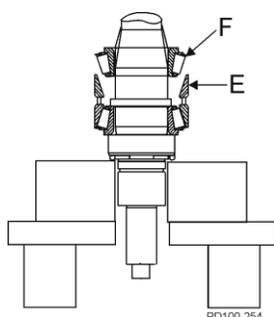

Figure 51 - Coupelle supérieure et cône supérieur
7. Placez la coupelle supérieure (figure 51, élément E) sur l'entretoise extérieure.
8. Lubrifiez l'ensemble cône et rouleau supérieur restant (figure 51, élément F) avec de l'huile ou de la graisse et glissez-le sur l'arbre en orientant le rayon du rouleau vers le haut. Poussez-le sur l'arbre et dans la coupelle supérieure.